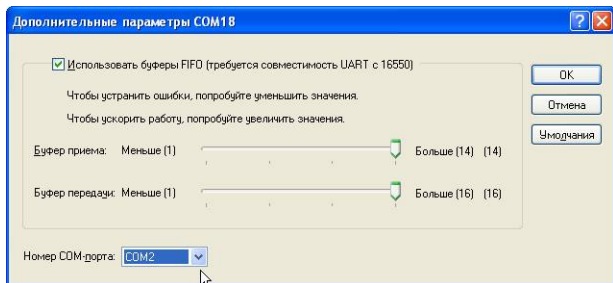

Рисунок 13
6.3.16 В окне «Дополнительные параметры COM», рисунок 13 выставить номер COM-порта в диапазоне [1..4]. Нажать кнопку «ОК» принять все изменения, закрыть все окна.